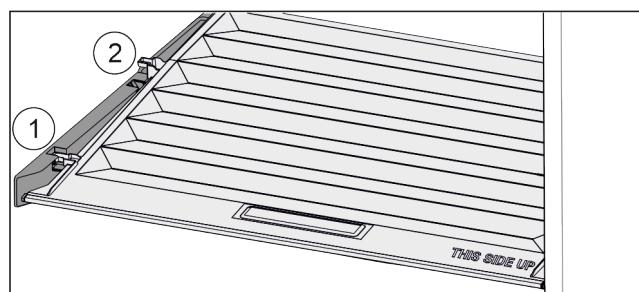

Fig. 43
- ▶ Потяните крышку до отверстия поддерживаемых деталях вперед Fig. 43 (1).
- ▶ Поднять сзади снизу и извлечь Fig. 43 (2) движением вверх.